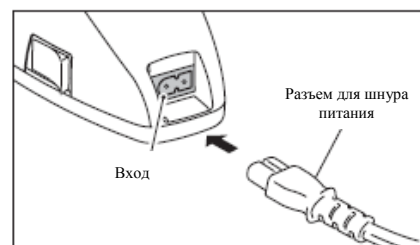

Рис.4
1. Вставьте разъем шнура питания во входное отверстие в задней части устройства для зарядки батарей (Рис. 4).